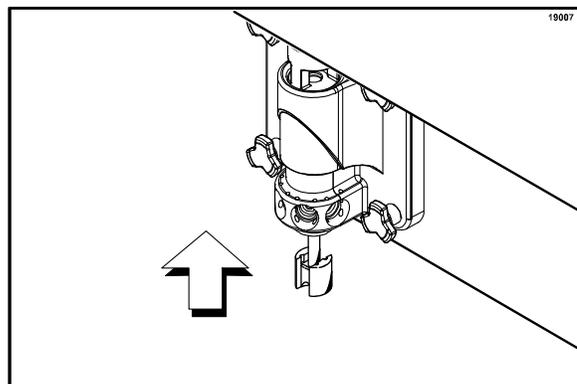

图 124
14. 将混合搅拌器刮刀轴插入传动混合搅拌器的中央，并且一直穿过出料阀空腔，直到轴伸出到出料阀的顶部。混合搅拌器刮刀必须与底部的传动混合搅拌器对齐并连接，这将使搅拌杆升高到足够高度，以便卡入顶部的混合搅拌器的连轴器。（见图 124。）